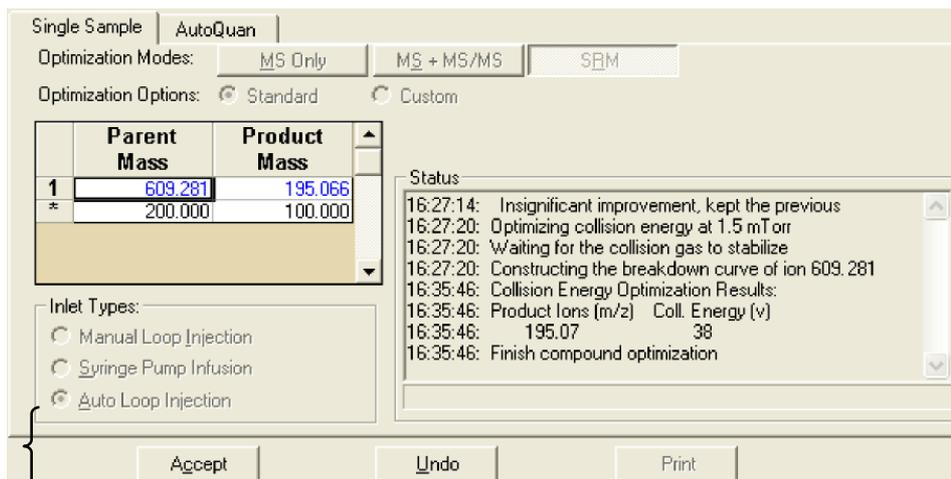

图 3-9. 化合物优化视图，图中显示的是成功的完成化合物优化
当化合物优化进程顺利完成，Status 框中显示 *Finish compound optimization* 信息，见图 3-9。
- 如果化合物优化进程完成没有出现错误，并且碎片195.066的优化曲线为高斯曲线（如图3-9所示）或者为平滑的、斜率为正的曲线，请转至步骤6。